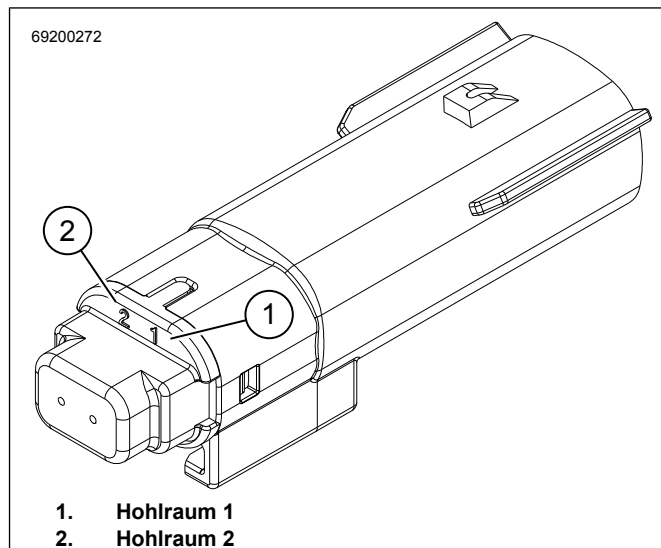

Abbildung 5. 2-poliger Steckverbinder 69200272
3. Siehe Abbildung 5. Die weiß/rosa Kontaktstifte in Hohlraum 1 des Steckverbinders [69200272] anbringen.